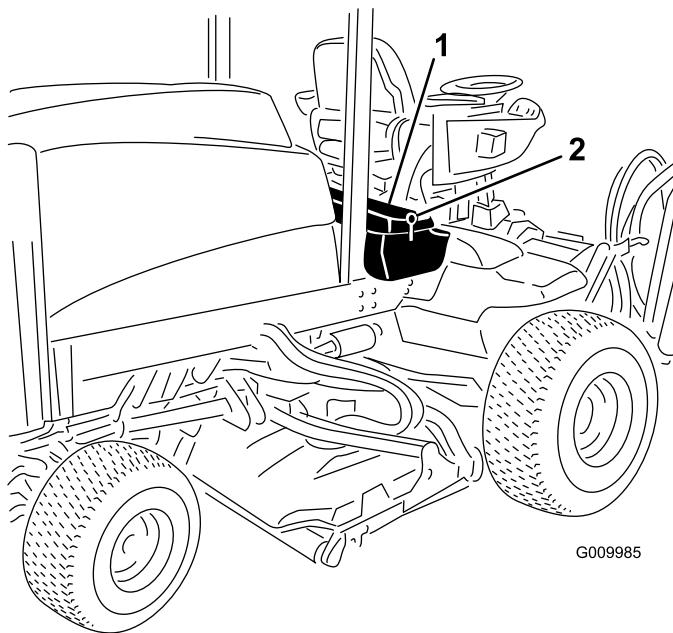

Figura 48
1. Desbloqueie e eleve o painel da consola do operador (Figura 48).